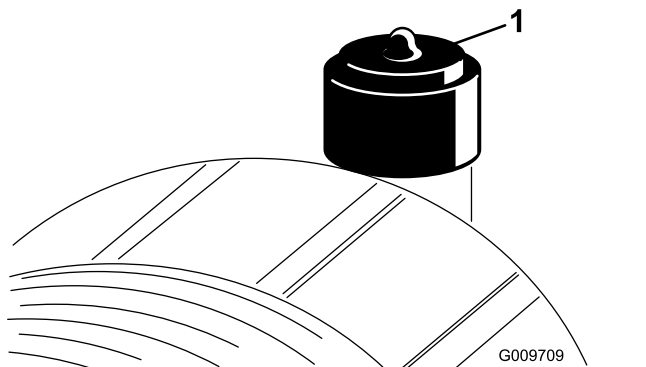

Figure 75
Faites l'entretien du filtre à air uniquement quand l'indicateur de colmatage (Figure 75) indique que cela est nécessaire. Ne remplacez pas le filtre à air plus fréquemment que nécessaire ; cela ne fait qu'accroître le risque de contamination du moteur par des impuretés quand le filtre est déposé.
2. Réarmez l'indicateur de colmatage (Figure 75) s'il est rouge.